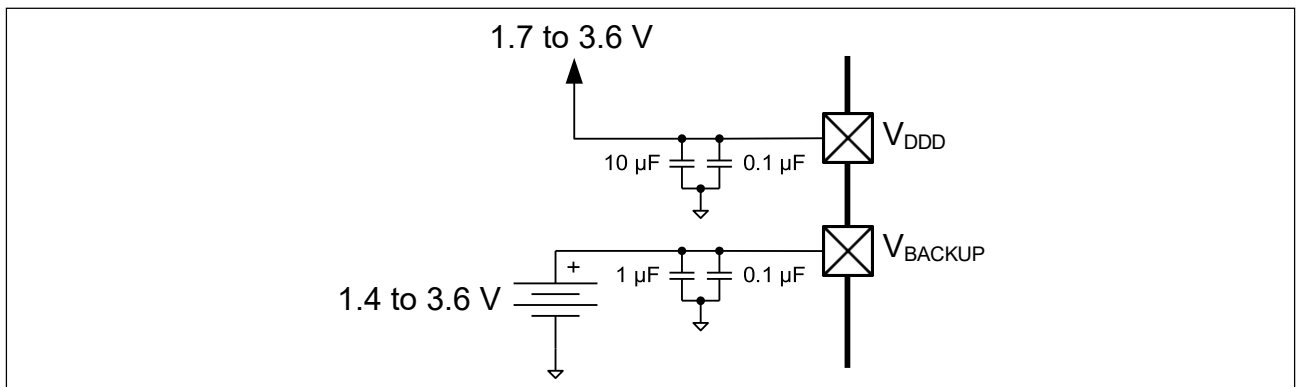

图 15 单独的电池连接到 V_{BACKUP}
- V_{BACKUP} ：备份域的电源，包括 32 kHz WCO 和 RTC。它可以是低至 1.4 V 的独立电源，用于电池或超级电容备份，如 图 15 所示。否则，连接到 V_{DDD} 。它为 I/O 端口 0 供电。